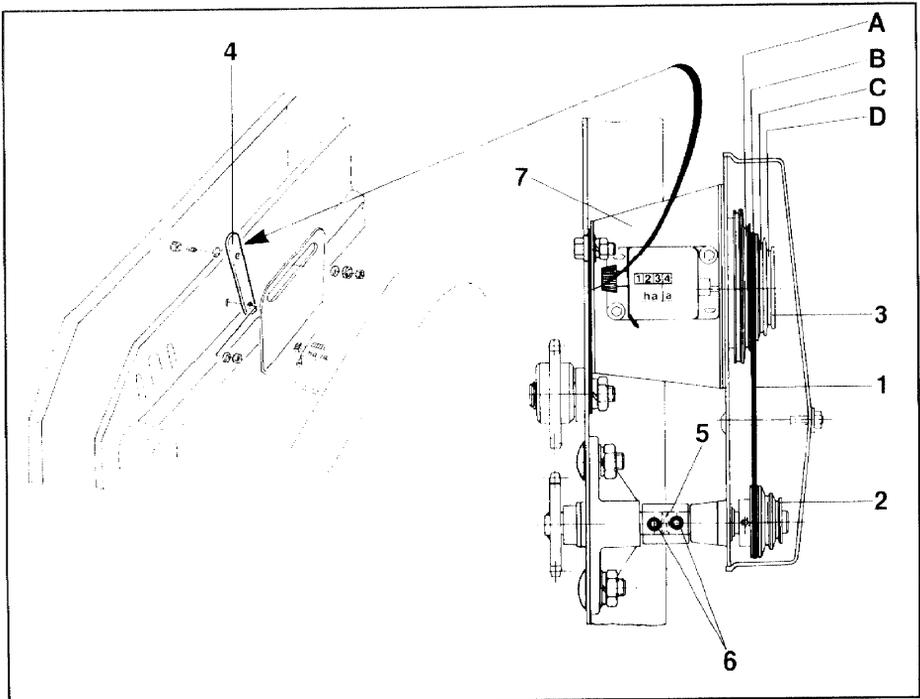

Fig. 104
A l'aide de la figure 104, placer la courroie (fig. 104/1) dans les rainures de la poulie. La courroie n'est pas déplacée de la gorge sur la poulie de petit diamètre (fig. 104/2). Sur la poulie grand diamètre (fig. 104/3), la courroie est placée dans l'une des gorges suivantes en fonction de la largeur de travail :
Fig. 104/A = 2,50 m
Fig. 104/B = 3,00 m
Fig. 104/C = 3,33 m
Fig. 104/D = 4,00 m
- Le compteur d'hectares est monté complet avec la console. Avant de procéder à son montage sur le semoir, vérifier si la courroie (fig. 104/1) est placée dans la gorge de la poulie correspondant à la largeur de travail du semoir utilisé.
- Visser la patte (fig. 104/4) sur le boulon de fixation du tendeur de chaîne (fig. 127/1).
- Introduire le compteur d'hectares avec le manchon de raccordement (fig. 104/5) sur l'embout de l'arbre du pignon de chaîne et bloquer à l'aide des vis filetées (fig. 104/6).
- Visser la console (fig. 104/7) à la patte (fig. 104/4).